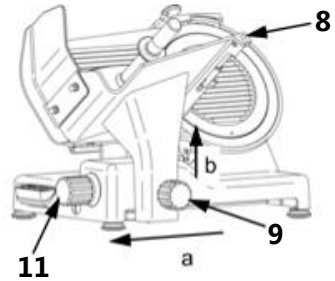

Fig. 29
- Para limpiar, retire el carro (8) del aparato.
- El carro (8) puede desmontarse para la limpieza solo cuando el regulador de espesor de corte (11) está en la posición „0“ y el carro (8) se retira por completo en dirección del regulador de espesor de corte (11) (a, fig. 29).
- Suelte un poco la perilla de bloqueo del carro (9) y acerque el carro hacia si. Si no se permite aflojar, tire del carro (8) otra vez en dirección de la perilla de bloqueo del carro (9).
- Luego desenrosque la perilla de bloqueo del carro (9) por completo y tire del carro (8) hacia arriba (b, fig. 29).
- Limpie el carro (8) con la protección (17), la bandeja de alimentos (6) y la manija empujadora con empuñadura (4) con agua tibia, un paño suave y un agente limpiador neutro. Enjuague con agua limpia para eliminar los restos del producto de limpieza. Seque bien las piezas lavadas antes de volver a instalarlas.